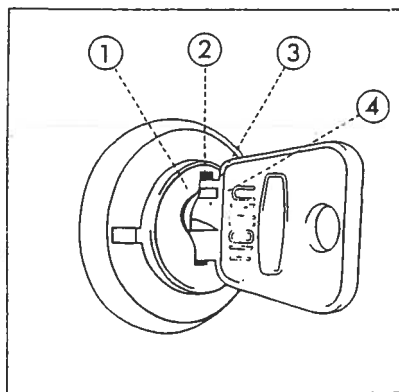

Fig. 2 Skillebryter
Skillebryteren (fig. 2) kopler startermotoren og det andre elektriske utstyret til batteriet.
Denne varsellampen vil lyse når skillebryteren (nøkkelen) står i stilling 3 (se fig. 2) når motoren ikke går, og den vil derfor tjene som en påminnelse om enten å slå nøkkelen over i stilling "OFF" (AV), eller starte motoren. Etter at motoren har startet skal varsellampen slukke.